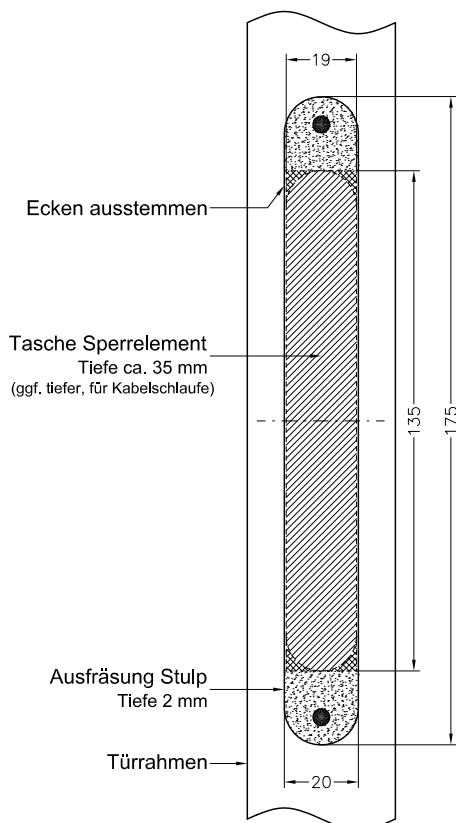
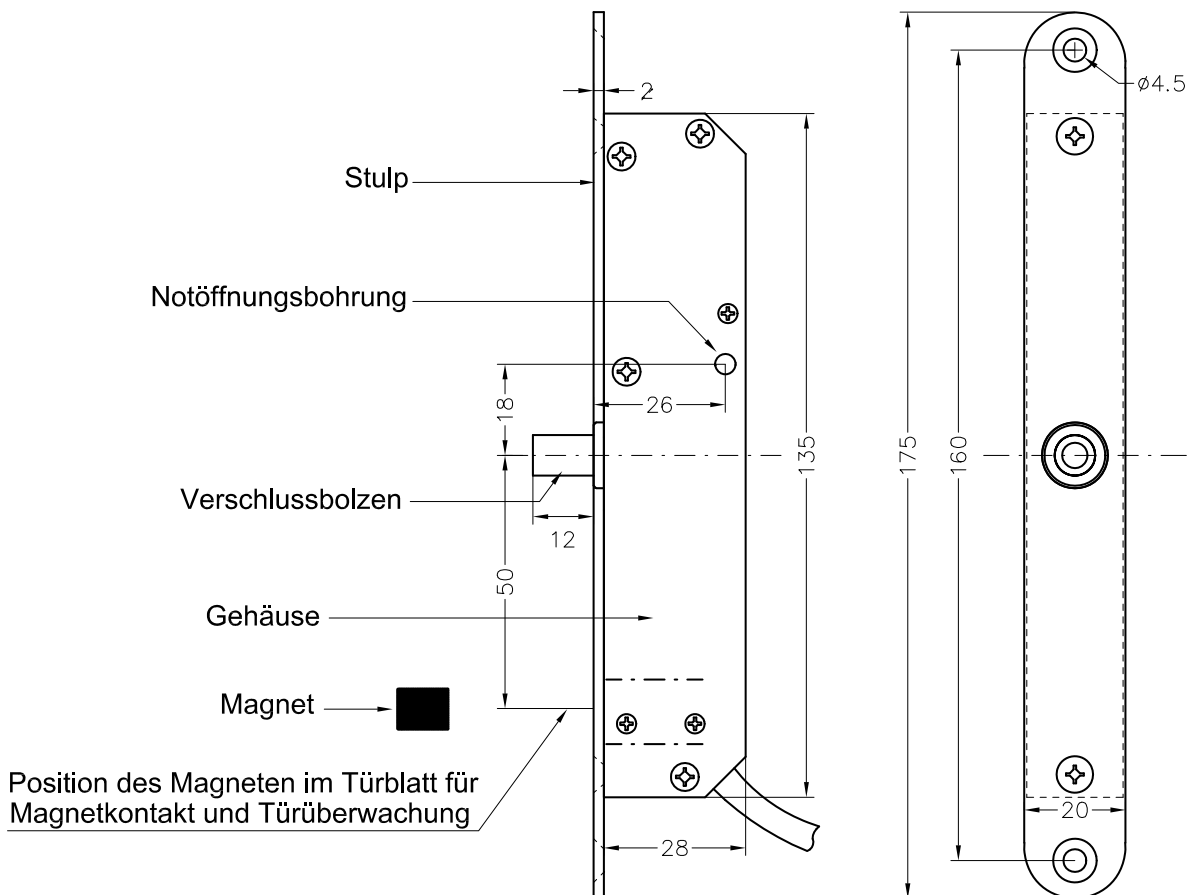

Bild 1: Montage Sperrelement
Bild 2: Einbaumaße Sperrelement
Die exakten Einbaumaße sind Bild 1 oder Bild 2 zu entnehmen. Nähere Angaben zur Notöffnung sind auf Seite 3 und Seite 11 zu finden.
Bei Verwendung des Magnetkontaktes den mitgelieferten Magneten neben dem Gegenstück in das Türblatt einbauen. Dazu eine Bohrung ( $\varnothing$  8 mm, Tiefe = 10 mm) in das Türblatt einbringen. Die korrekte Position des Magneten aus Bild 2 entnehmen oder mit der beiliegenden Bohrschablone ermitteln.
- Nach Installation des Sperrelementes mit Hilfe der Bohrschablone oder anhand der Einbaumaße aus Bild 2 die Bohrung für die Notöffnung am Türrahmen markieren.